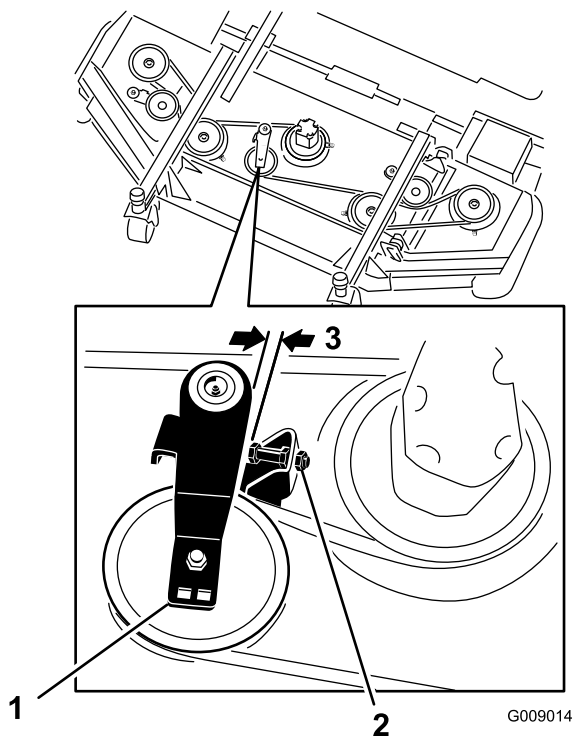

図 80
2. 前デッキで、アイドルプーリのストップねじのジャムナットをゆるめ、ストップねじをブラケットまで進める (図 80)。
3. ラチェットレンチのようなものを使って、アイドルプーリ (図 80) を駆動ベルトから離してベルトの張りをなくし、デッキプーリからベルトを外す。